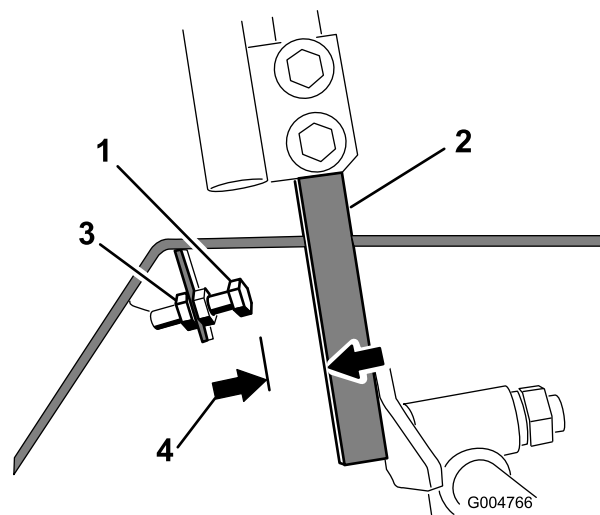

Рисунок 53
4. Ослабьте контргайку на упорном болте рычага управления (Рисунок 53).